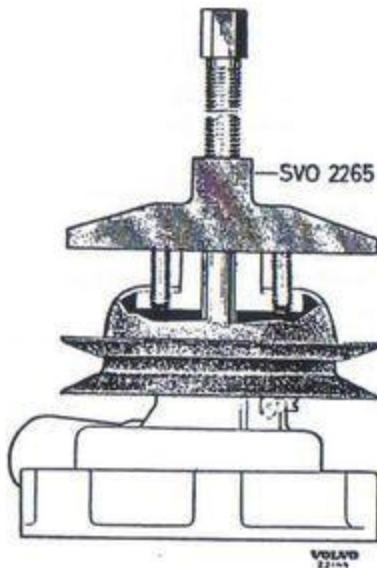

Bild 23. Demontering av fläktremeskiva.
1. Anbringa avdragaren SVO 2265 (se bild 23) på fläktnavet och dra av delta.